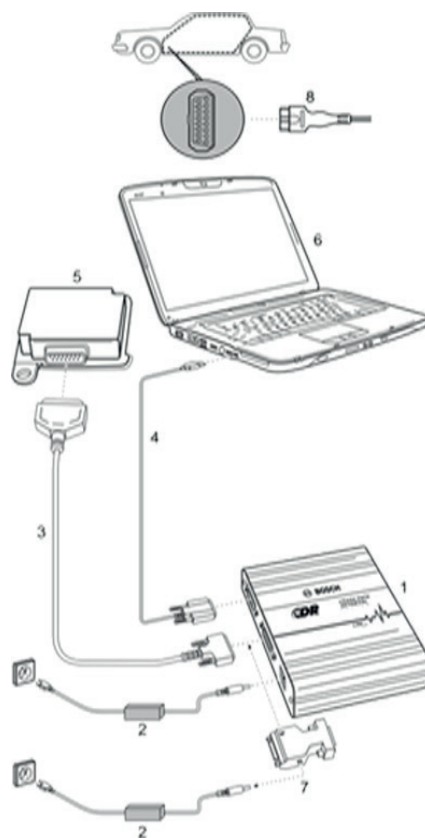

Fig.2: Esempio di schema di collegamento
**I** Alcune centraline devono disporre di un adattatore optional per l'alimentazione di tensione. In tal caso è necessaria una corrente continua a 12 Volt sull'adattatore per alimentare le centraline e il Tool CDR (v. Fig. 2).